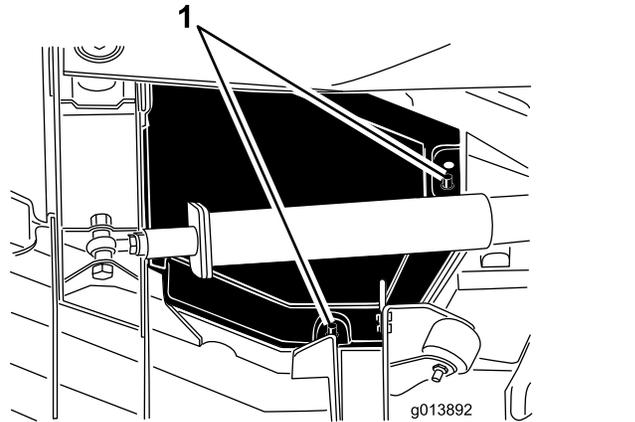

図 83
4. 取り付け用のポストから、後側のエッジと内側のエッジ部を外す 図 83。